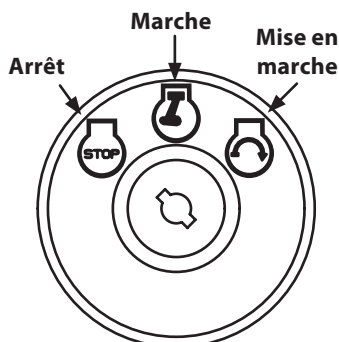

Figure 4
4. Déplacez le levier de changement de vitesses à la position neutre (N).
6. Tournez la clé dans le sens des aiguilles d'une montre, jusqu'à la position « START »  (Démarriage). Quand le moteur tourne, lâchez la clé. Elle reviedra à la position « RUN » (Figure 4).